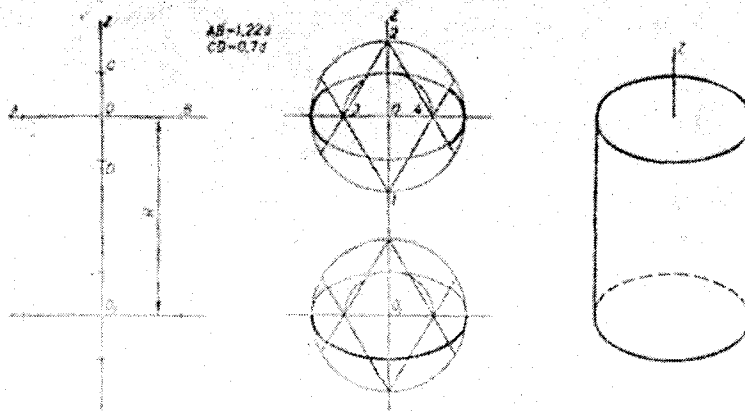

Рисунок 11
3. Провести тверні циліндра (рисунок 11)